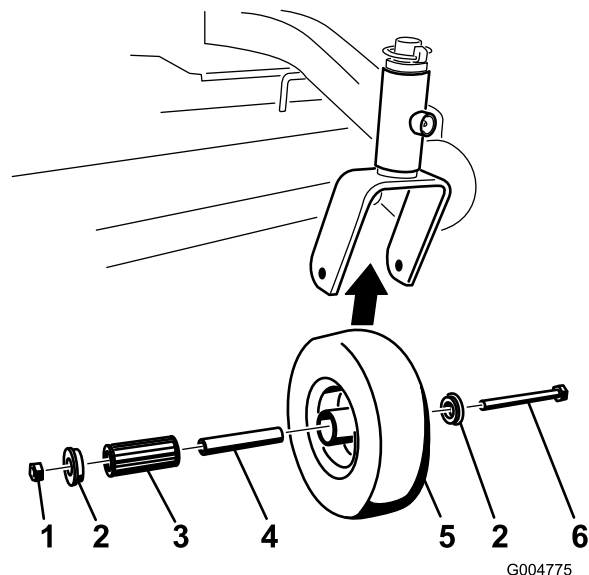

Figura 39
2. Togliete una boccola, quindi estraete la boccola chiave e il cuscinetto a rulli dal mozzo della ruota (Figura 39).
3. Togliete l'altra boccola dal mozzo della ruota e pulite via l'eventuale grasso o sporcizia presenti sul mozzo della ruota (Figura 39).
4. Ispezionate il cuscinetto a rulli, le boccole, la boccola chiave e l'interno del mozzo della ruota per verificarne l'usura. Sostituite eventuali parti difettose o usurate (Figura 39).
5. Per il montaggio, collocate una boccola nel mozzo della ruota. Lubrificate il cuscinetto a rulli e il cuscinetto chiave e fateli scorrere nel mozzo della ruota. Posizionate la seconda boccola nel mozzo della ruota (Figura 39).
6. Montate la ruota orientabile nella forcella orientabile e fissatela con il bullone della ruota e il dado di bloccaggio. Serrate il dado di bloccaggio finché la boccola chiave tocca in fondo l'interno delle forcelle orientabili (Figura 39).
1. Togliete il dado di bloccaggio e il bullone della ruota che sostiene la ruota orientabile sulla forcella orientabile (Figura 39).